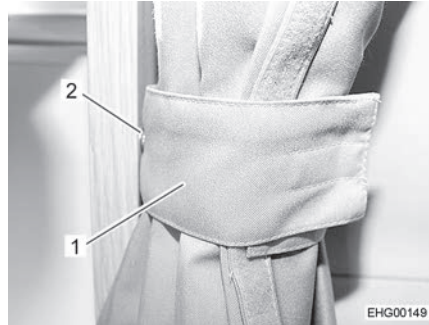

Fig. 13 Cortina oscurecedora, retenida
- Retener ambas mitades de la cortina oscurecedora con el lazo (Fig. 13,1) y el botón de presión (Fig. 13,2).